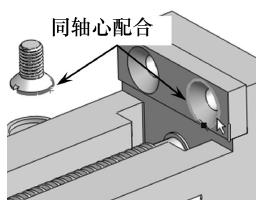

图 7-46 零部件的重合配合
- 09 选择活动钳口顶部的孔台阶面与开槽沉头螺钉的台阶面作为要配合的实体，完成【重合】配合，如图 7-46 所示。